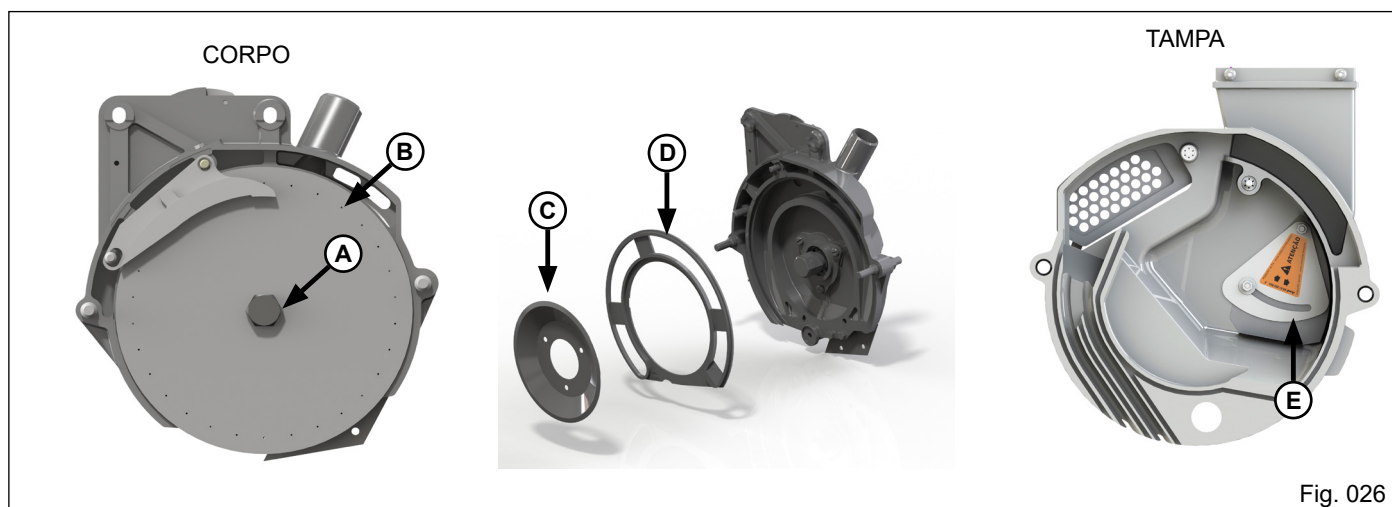

Fig. 026
Na base, fixada ao chassi da unidade e responsável pela sucção de ar proveniente da turbina, encontra-se montado o eixo sextavado "A" (Fig. 026) que aciona o disco, apoiado em dois rolamentos de esferas.
- Corpo (Fig. 026): composto pelo inserto de apoio do disco e pelo prato de fixação do inserto "C".
- Tampa (Fig. 026): possui uma comporta "E" que controla a chegada e o nível das sementes, assegurando um abastecimento constante do disco. Dependendo das sementes utilizadas, existem duas posições básicas de regulação da placa e tela de nível na comporta, que devem ser verificadas e utilizadas. Caso necessário, também poderão ser utilizadas posições intermediárias.